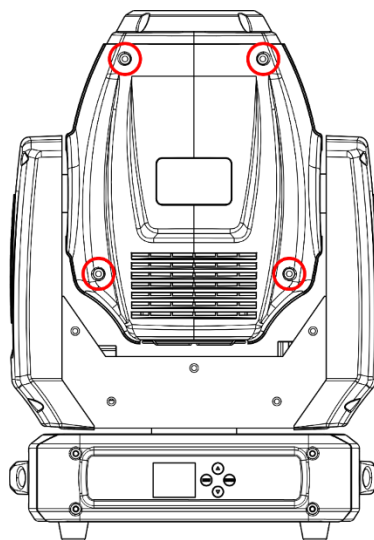

Fig. 07
- 03) Retire la cubierta de la lámpara desatornillando los 4 tornillos (ver fig. 07)